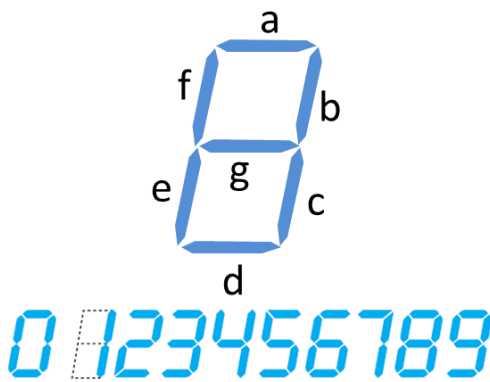

Figura 49. Los 7 segmentos del Display.
4. Para reiniciar el contador la PC deberá mandar una orden usando el **pin3** del puerto serial al **puerto B.5** del PIC. En este caso el conteo se deberá reiniciar cuando la PC envíe el **carácter "C" mayúscula**. El PIC deberá mandar la leyenda "**---->Contador inicializado--->**", como se observara en la *figura 49*. El LED que indica que el contador ha finalizado deberá apagarse y esperar que el conteo termine nuevamente.
Recuerda usar el comando **SERIN** para enviar datos al PIC y **SEROUT** para que el PIC mande a la PC. El carácter que tienes que enviar lo deberás de capturar en el área de texto con la leyenda "**send**" y después enviarlo al PIC dando clic en el botón "**Send Text**", *figura 49*.